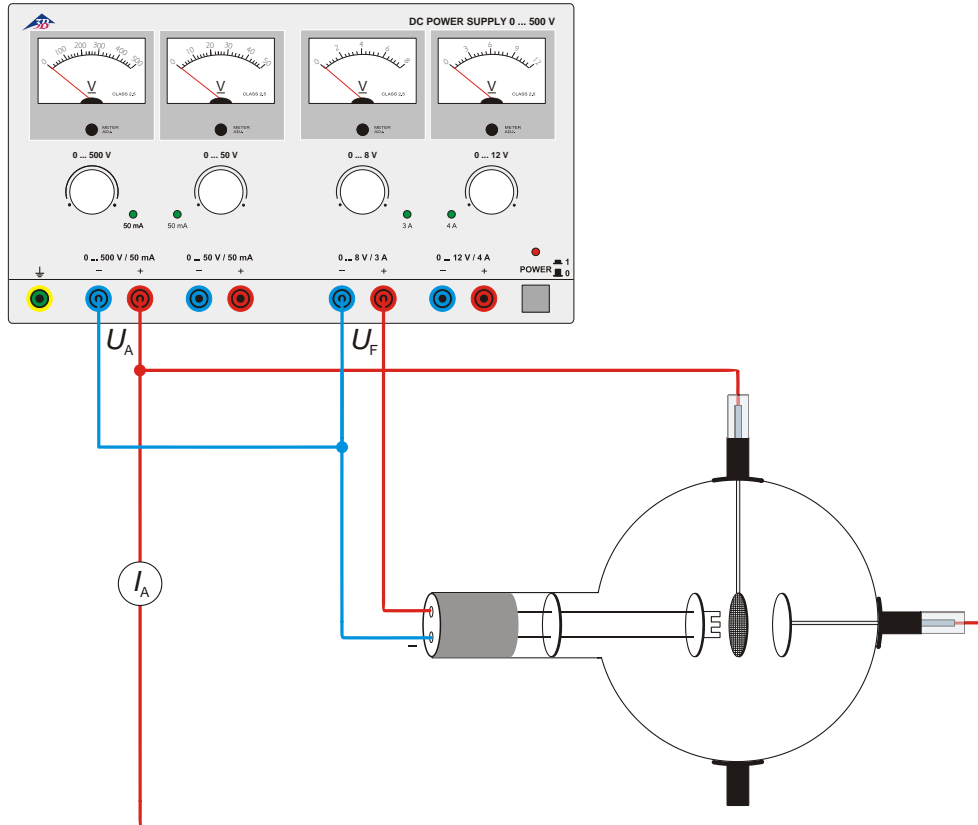

Fig. 2 Décharge semiautonyme
- Montez le circuit de la figure 2.